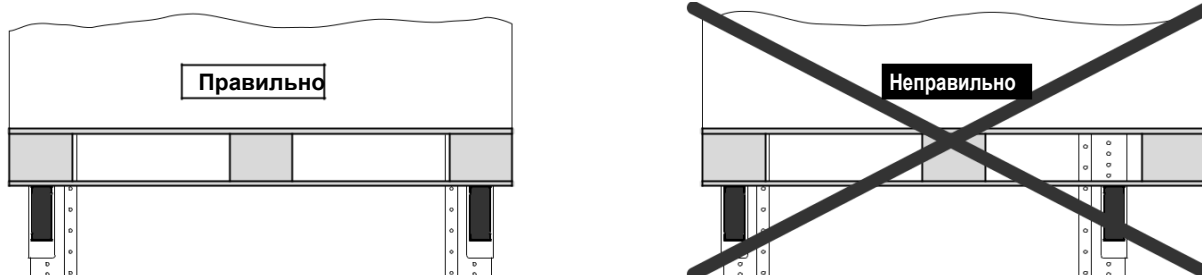

Рисунок 7 - Размещение грузовой единицы на балках
- Грузовая единица должна быть равномерно размещена и сбалансирована на паре несущих балок, формирующих ярус стеллажа (рис. 7);